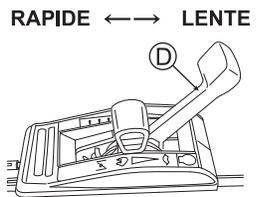

Fig. 20
5. Ajustez la vitesse de tonte avec le levier de changement de vitesse (D). (Voir Fig.20)